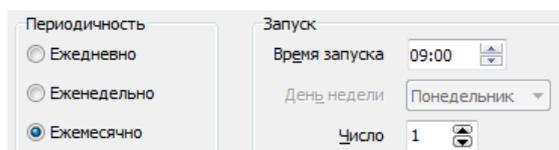

Рисунок 27.9 – Вкладка Автоматическое резервное копирование БД, периодичность Ежемесячно
– Ежемесячно, в этом случае необходимо указать Время запуска и Число месяца, когда будет происходить копирование (рисунок 27.9).